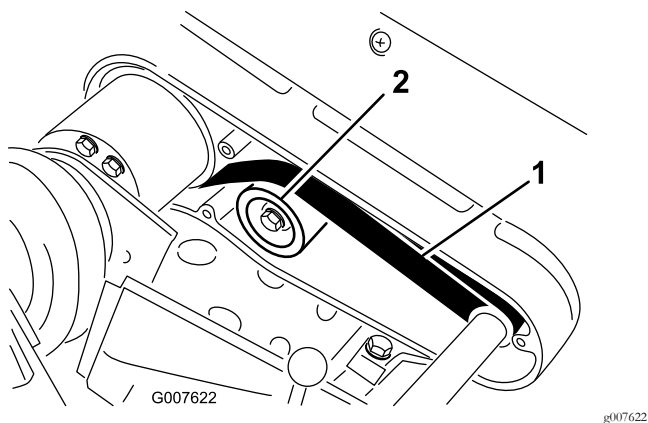

Рисунок 39
2. Проверьте натяжение, приложив к ремню посередине между шкивами (Рисунок 39) усилие 22 – 26 Н.
- A. Отпустите гайку крепления натяжного шкива и поджимайте натяжной шкив по часовой стрелке к обратной стороне ремня, пока не будет получено требуемое натяжение (Рисунок 39).